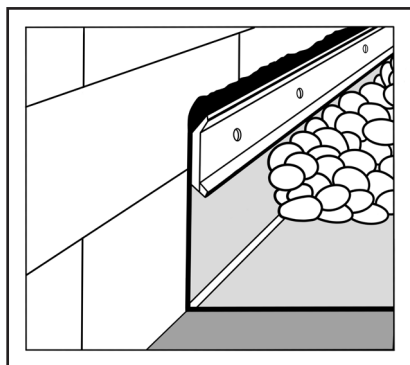

Рис. 6
5.6. Балласт должен быть выложен на мембрану как можно раньше для предотвращения подвижки полотна, либо сдувания ветром (см. Рис.6). В качестве балласта может быть использован щебень, гравий, песок, растительный слой грунта, тротуарная плитка, а также может выполняться стяжка.